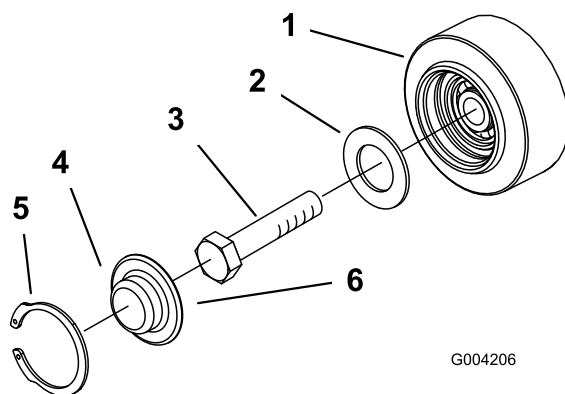

Figura 53
3. Retire la anilla a presión y el tapón de una de las ruedas de rodaje (Figura 53).
4. Compruebe la grasa que hay debajo del tapón y alrededor de la junta (Figura 53). Si está sucia, tiene arenilla o queda poca grasa, elimine toda la grasa, cambie la junta, y añada grasa nueva.